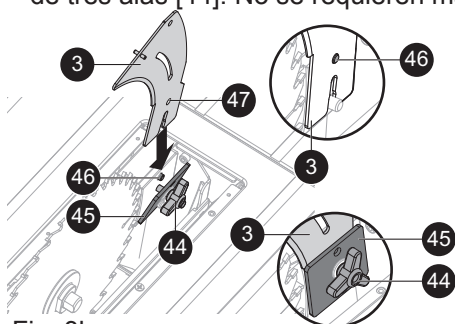

Fig. 3b
- > Inserte la quilla [3] a la izquierda de la perilla de tres alas y de las dos arandelas (ver Fig. 3b). A continuación, empuje hacia abajo la quilla hasta oír un "clic" que indica que el pasador [46] ha quedado bloqueado en el orificio [47] de la quilla [3].